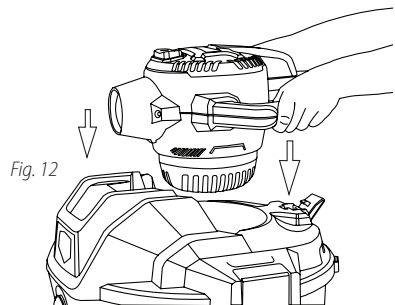
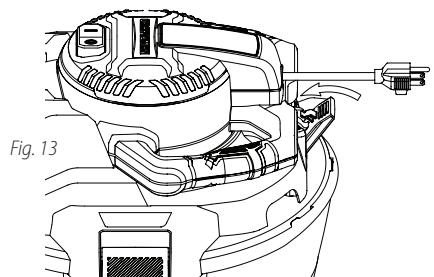

Fig. 12
Fig. 13
31. Refixez la soufflerie **3** pour utiliser l'appareil en mode eau et poussières en le replaçant dans sa cavité située dans le couvercle du réservoir **Fig. 12.** Tirez le loquet de la soufflerie pour verrouiller celle-ci dans la cavité **Fig. 13.**